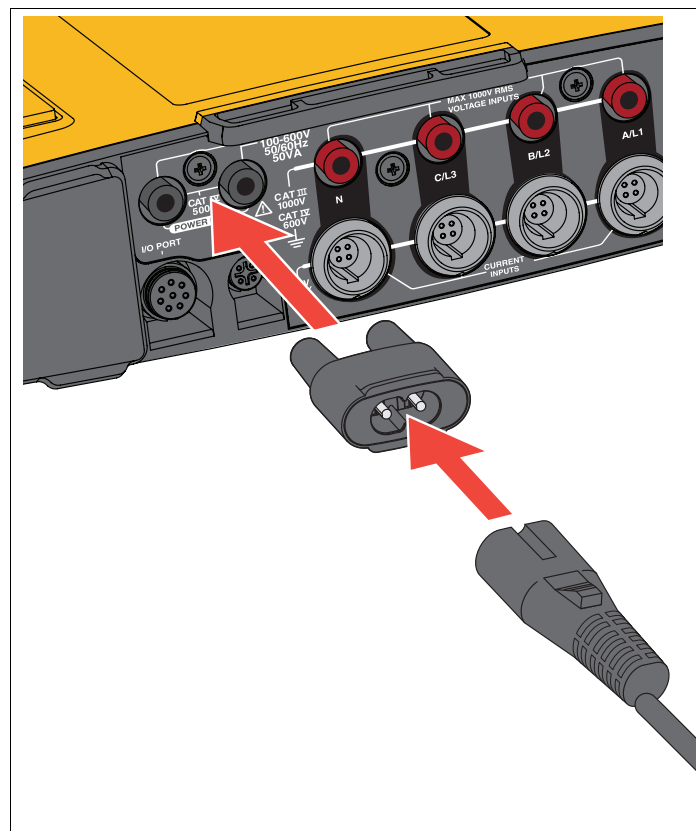

Рисунок 5. Электропитание
1. Подсоедините сетевой адаптер МА-С8 к обоим входам источника питания регистратора. См. Рисунок 5.